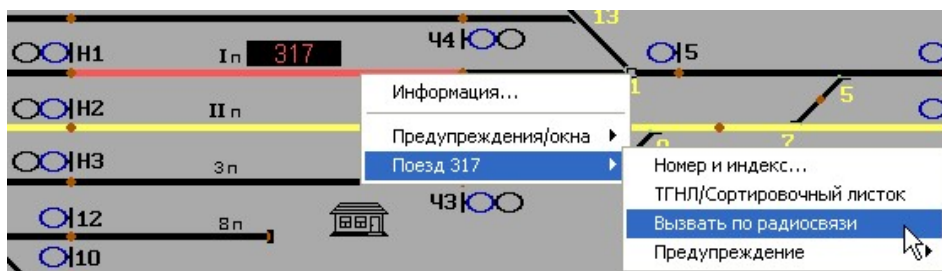

Рис. 7. Фрагмент пульт-табло станции при вызове поезда по радиосвязи.
4. Наведите курсор «мыши» на изолированный участок, который занят подвижной единицей, и нажмите правую кнопку. После этого во вспомогательном меню выберите команду «Вызвать по радиосвязи» (рис. 7).